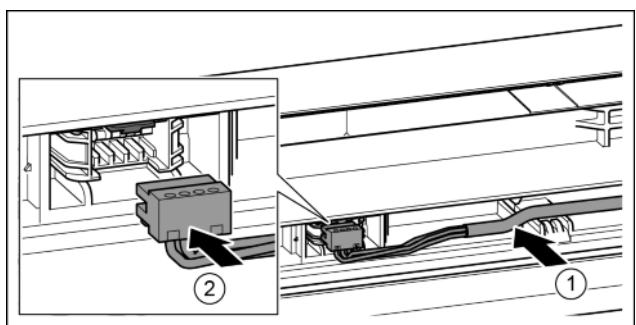

Fig. 43
- ▶ Вставте сірий кабель в направляючу в верхніх дверцятах. Fig. 43 (1)
- ▶ Зафіксуйте штекер. Fig. 43 (2)